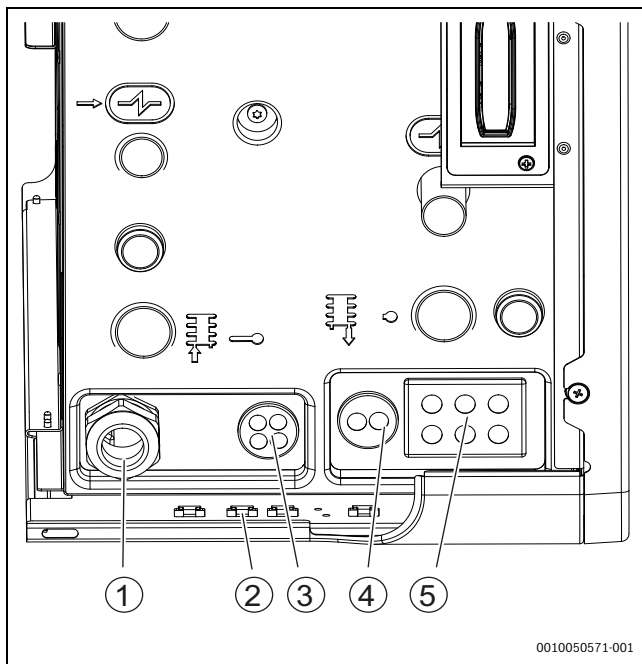
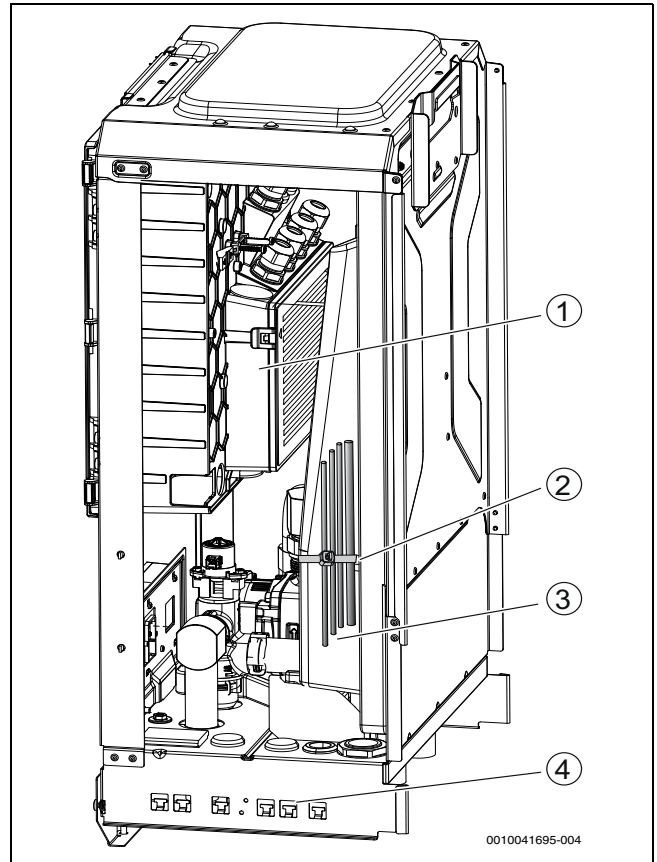

Bild 31 Kabeleinführungen der Inneneinheit
Bild 32 Kabelführung
- Anschlusskabel über die Kabeldurchführungen auf der Unterseite der Inneneinheit führen. Die richtige Reihenfolge der Kabel ist Abbildung 31 zu entnehmen.
- Kabel mit Kabelbindern an den Befestigungspunkten befestigen (→Abbildung 31 [3], Abbildung 32 [2], [4]). Darauf achten, die Kabel nicht über Kreuz zu verlegen.
- Kabel in der Inneneinheit verlegen und befestigen (→Abbildung 32).
- Nach dem Einführen des Kabels die Kabelverschraubung festziehen (→Abbildung 31 [1])